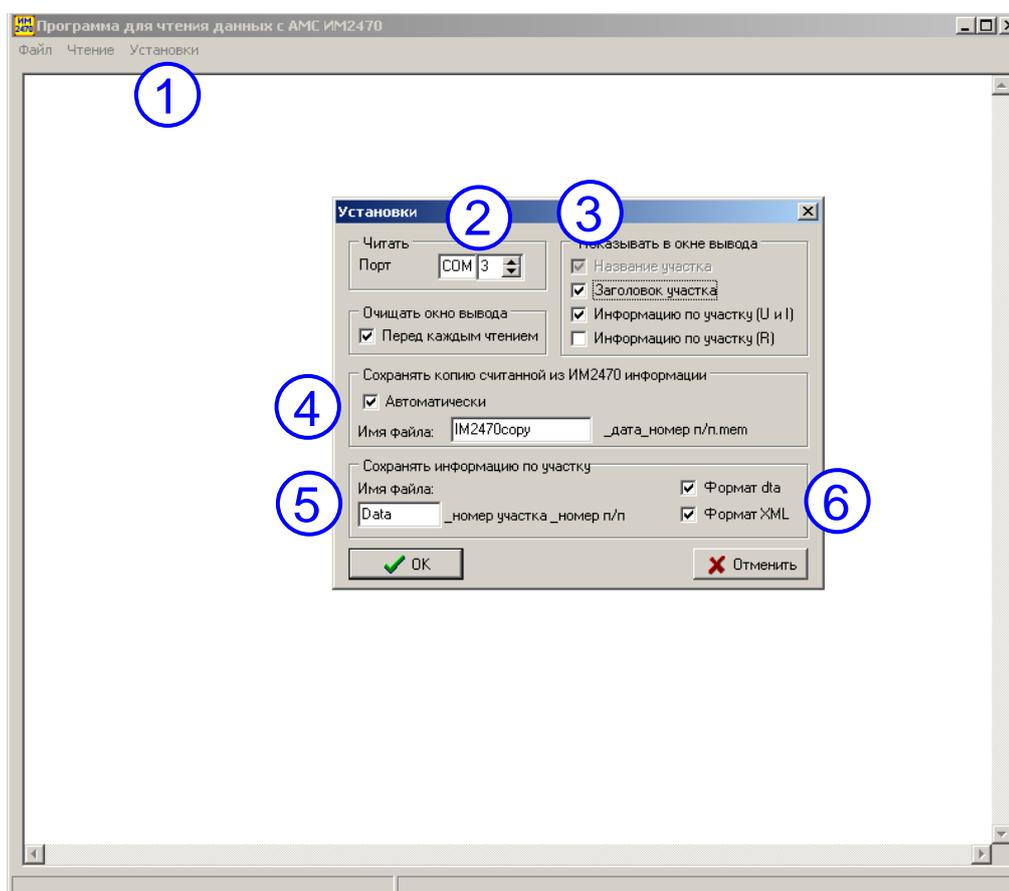

Рис. 2.1. Настройки утилиты *IM2470Reading*
Для скачивания информации в комплекс *Зонд 2* после запуска утилиты *IM2470Reading* необходимо выполнить первоначальные настройки. Для этого нажмите пункт меню *Установки* (рис. 2.1, цифра 1), в появившемся окне диалога выполните следующие операции:
- Установите номер порта, на который подключена аппаратура *АМС-1* (рис. 2.1, цифра 2) (номер порта можно выяснить в Диспетчере оборудования операционной системы *Windows*).